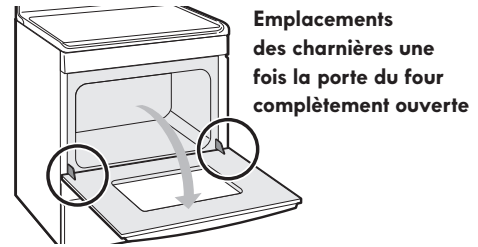

Figure 39 : Emplacement des charnières de la porte
1. Ouvrez complètement la porte du four de façon à ce qu'elle soit parallèle au sol (Voir Figure 39).
3. Ouvrez complètement la porte du four, de manière à ce qu'elle soit parallèle au sol (Voir Figure 39).